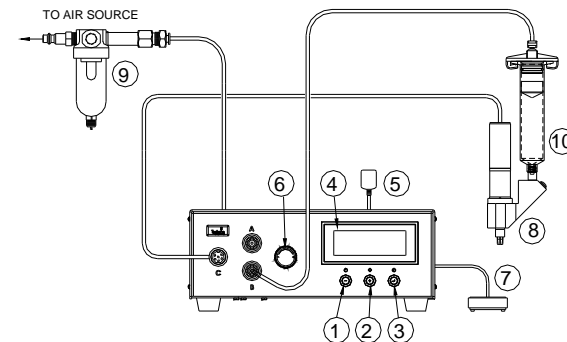

Figura 6.0
5.4.1 Conexión de la unidad: Consulte la Figura 6.0 para obtener detalles